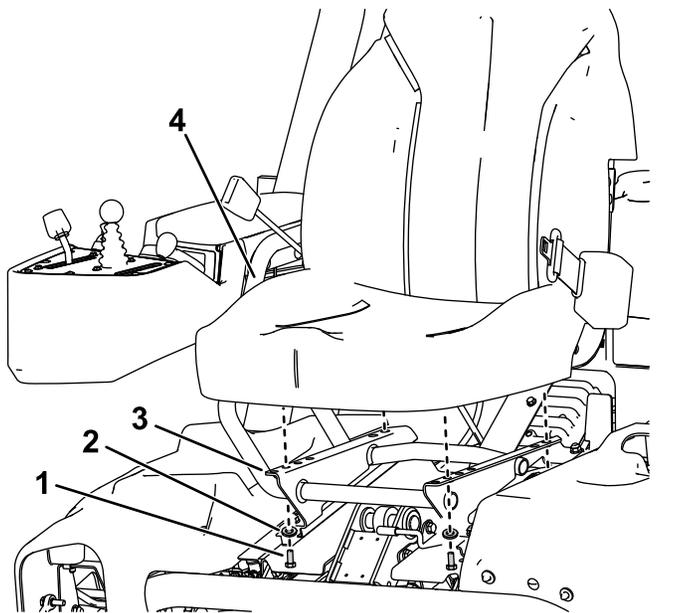

図 4
3. 先ほど外したボルト4本とワッシャを使って運転席をシートベースに取り付ける **図 4**。